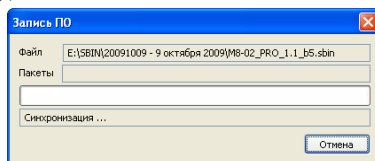

Рис. 37. Запись программного обеспечения
- ✓ после появления окна *Запись ПО* (рис. 37), перезапустите контроллер нажатием кнопки **Reset** (рестарт) на плате контроллера (приложение 2);